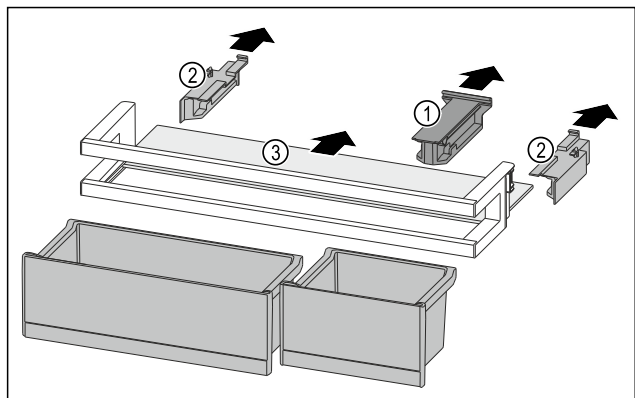

Fig. 132
- ▶ 拉出定位件 Fig. 132 (1)。
- ▶ 拉出侧面部分 Fig. 132 (2)。
- ▶ 取出搁板 Fig. 132 (3)。